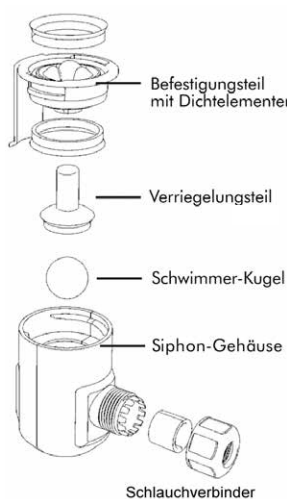

Abb. 6
1. Kugelsiphon öffnen. Hierzu das Befestigungsteil 1/4-Drehung aufdrehen (s. Abb. 6).